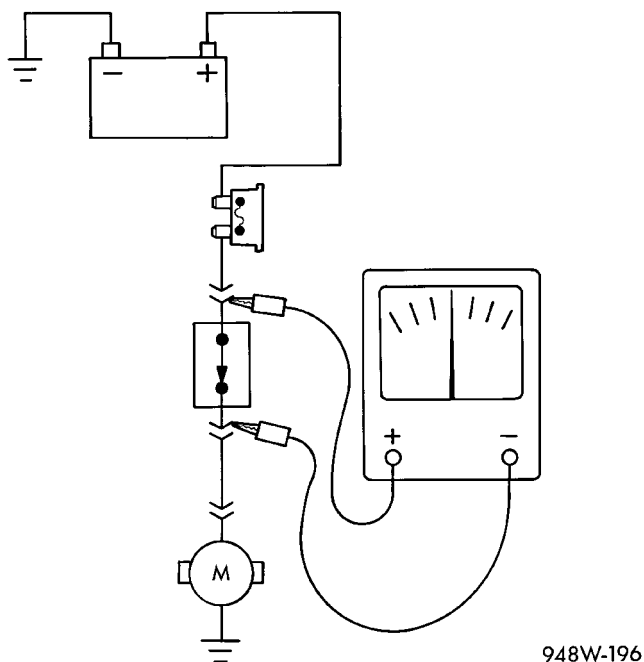

Fig. 10 Prueba de caída de voltaje
- (1) Conecte el conductor positivo del voltímetro al lado del circuito más próximo a la batería (Fig. 10).
- (2) Conecte el otro conductor del voltímetro al otro lado del conmutador o componente.
- (3) Haga funcionar el elemento.
(4) El voltímetro mostrará la diferencia de voltaje entre los dos puntos.